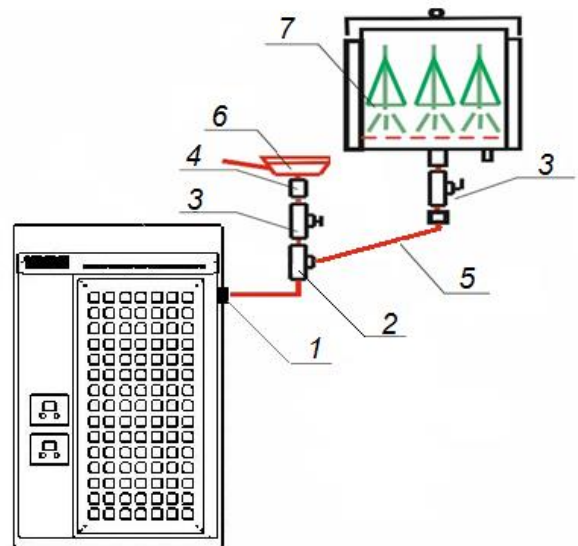

Рис.6 Схема подключения Фитозапарника и Веникозапарника.
2.1.2.7 В качестве опции к электрической печи возможно подключение Фитозапарника и (или) Веникозапарника в соответствии со схемой подключения (рис.6.) К штуцеру отбора пара (поз.1 рис.6) через кран (поз.3, рис.6) подключается Фитозапарник (поз.6 рис.6), или, посредством гофрированной трубы из нержавеющей стали (поз.5 рис.6), Веникозапарник (поз.7 рис.6). При одновременном использовании Фитозапарника и Веникозапарника используется тройник (поз.2 рис.6)